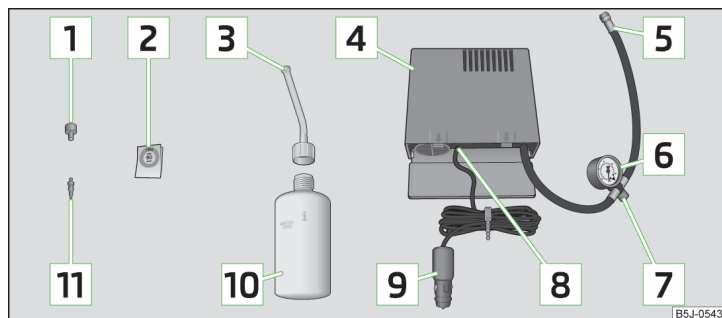

Fig. 148 Prezentarea în principiu: Componentele setului de pană
Componentele setului de pană » fig. 148
- Lipiți autocolantul 2 » fig. 148 la pagina 166 pe planșa de bord, în câmpul vizual al șoferului.
- Scuturați de câteva ori bine recipientul de umplere a anvelopei **10** » fig. 148 la pagina 166.
- Înșurubați bine furtunul de presiune **5** » fig. 148 la pagina 166 al compresorului de aer pe ventilul anvelopei.